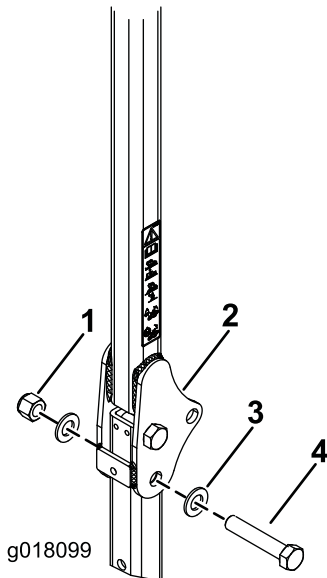

Figura 21
2. Coloque una arandela (13/16" x 1 1/2") en cada perno (3/4" x 4"), según se muestra en Figura 21.
3. En los taladros de donde se retiraron los pasadores, instale los pernos y las arandelas (Figura 21).
4. Coloque otra arandela sobre cada perno y sujételas con tuercas (3/4"), según se muestra en Figura 21. Apriete las tuercas a 323–396 N·m.
5. Apriete el perno de pivote del ROPS (Figura 21) a 91–113 N·m para evitar que reboten la barra antivuelco y el toldo.